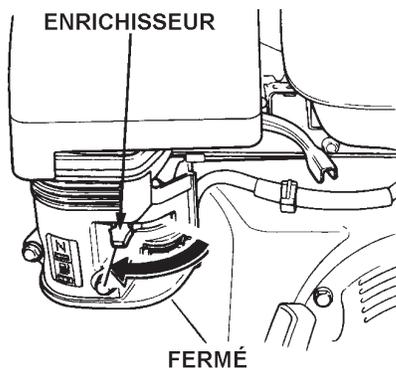

Figure 13. Enrichisseur (fermé)
- Si le moteur démarre, ramener lentement l'enrichisseur (figure 13) à la position **FERMÉ**. Si le moteur ne démarre pas, répéter les étapes 1 à 6.